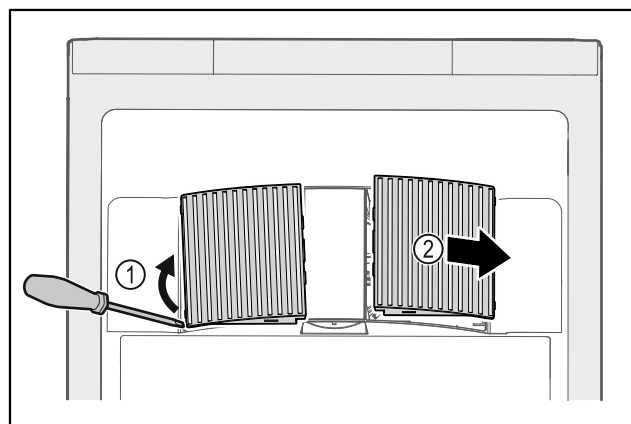

Fig. 161
- ▶ Кожух вентилятора обережно підважити зі сторони Fig. 161 (1) і витягнути рухом вперед Fig. 161 (2).